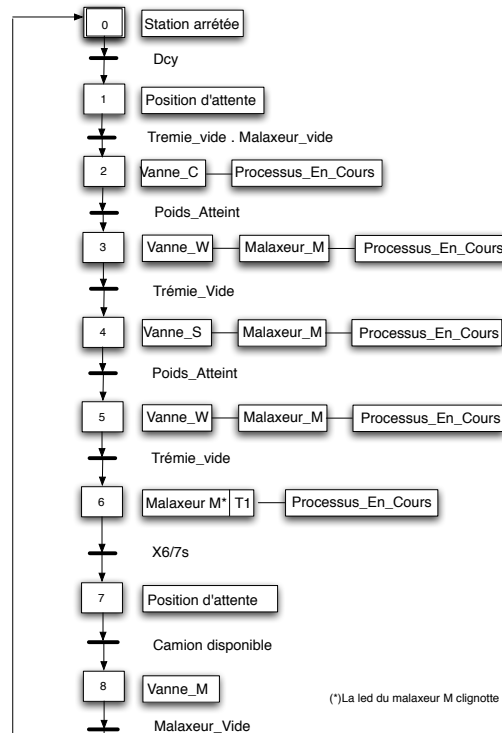

Figure 1: **Grafcet**
La maquette de Travaux Pratique modélise la fabrication de béton, par un dosage de sable et de ciment. Ce processus est modélisé par le **Grafcet** de la figure 1.
- A partir de l'exemple ci-dessus, compléter le programme principal pour mettre en oeuvre le **Grafset** (voir la figure 1). Le clignotement de la led $MALAXEUR_M$ de l'étape 6 doit être réalisé à avec une fréquence de 1hz. La temporisation pourra être gérée par la fonction *_delay_ms()*.